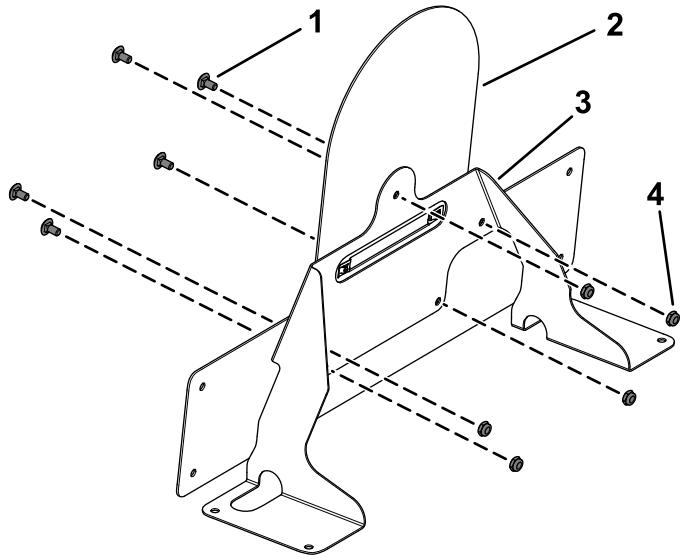

**Figura 26**
6. Instale las 2 tuercas rápidas en el bastidor de placa de velocidad (Figura 26).